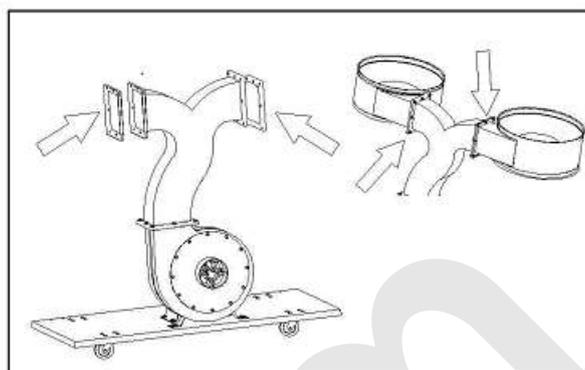

Figura 10- Montaggio del convogliatore.
Installate i due convogliatori (C) sull'aspiratore, interponendo la guarnizione (I) (Figura 10).